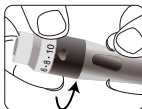

Figura 25
**PASO 5:** La tapa ajustable ofrece 10 niveles de penetración cutánea. Para seleccionar la profundidad deseada, gire la tapa ajustable en cualquier dirección hasta que la marca quede alineada con la flecha. Ver figura 25.